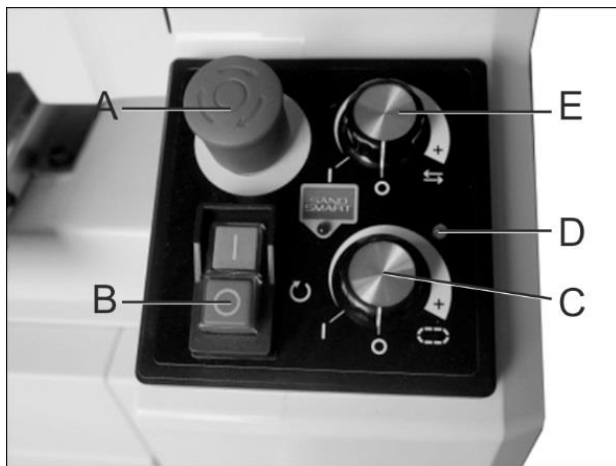

Рис. 9-1: панель управления
2. Сбросьте аварийный выключатель, повернув красную кнопку по часовой стрелке или потянув за нее (А, Рис. 9-1).
Примечание: если перед запуском двигателя регулятор скорости движения транспортной ленты не установлен в положение ВЫКЛ. (OFF), то будет мигать индикаторная лампочка (D, рис. 9-1). Такая система оповещения помогает предотвратить непреднамеренный запуск транспортной ленты. Если двигатель транспортера не работает, переведите регулятор (С, рис. 9-1) в положение ВЫКЛ. (OFF) и повторно установите скорость движения ленты.
Шлифовальный станок можно использовать как при зафиксированном в осевом направлении барабане, так и в режиме осцилляции. Верхний регулятор (E, рис. 9-1) активирует режим осцилляции.